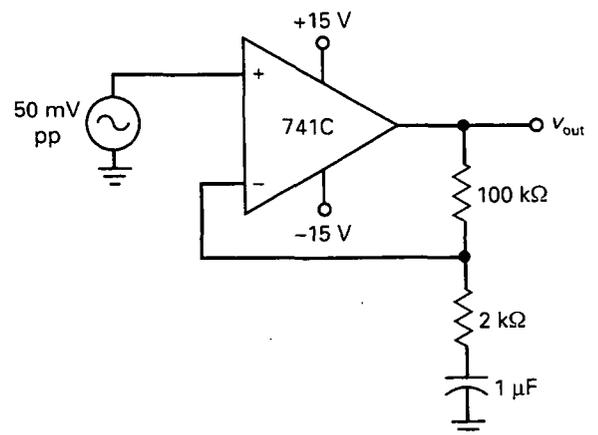

Figura 18-37
- 18-28. Los parámetros para el peor caso en un 741C son: $I_{in(polarización)} = 500 \text{ nA}$, $I_{in(offset)} = 200 \text{ nA}$ y $V_{in(offset)} = 6 \text{ mV}$. ¿Cuál es la tensión de offset de salida total en la Figura 18-37?
- 18-29. En la Figura 18-37 la señal de entrada tiene una frecuencia de 1 kHz. ¿Cuál es la tensión alterna de salida?
- 18-30. Si se cortocircuita el condensador de la Figura 18-37, ¿cuál es la tensión de offset de salida total? Utilice los parámetros para el peor caso dados en el Problema 18-28.